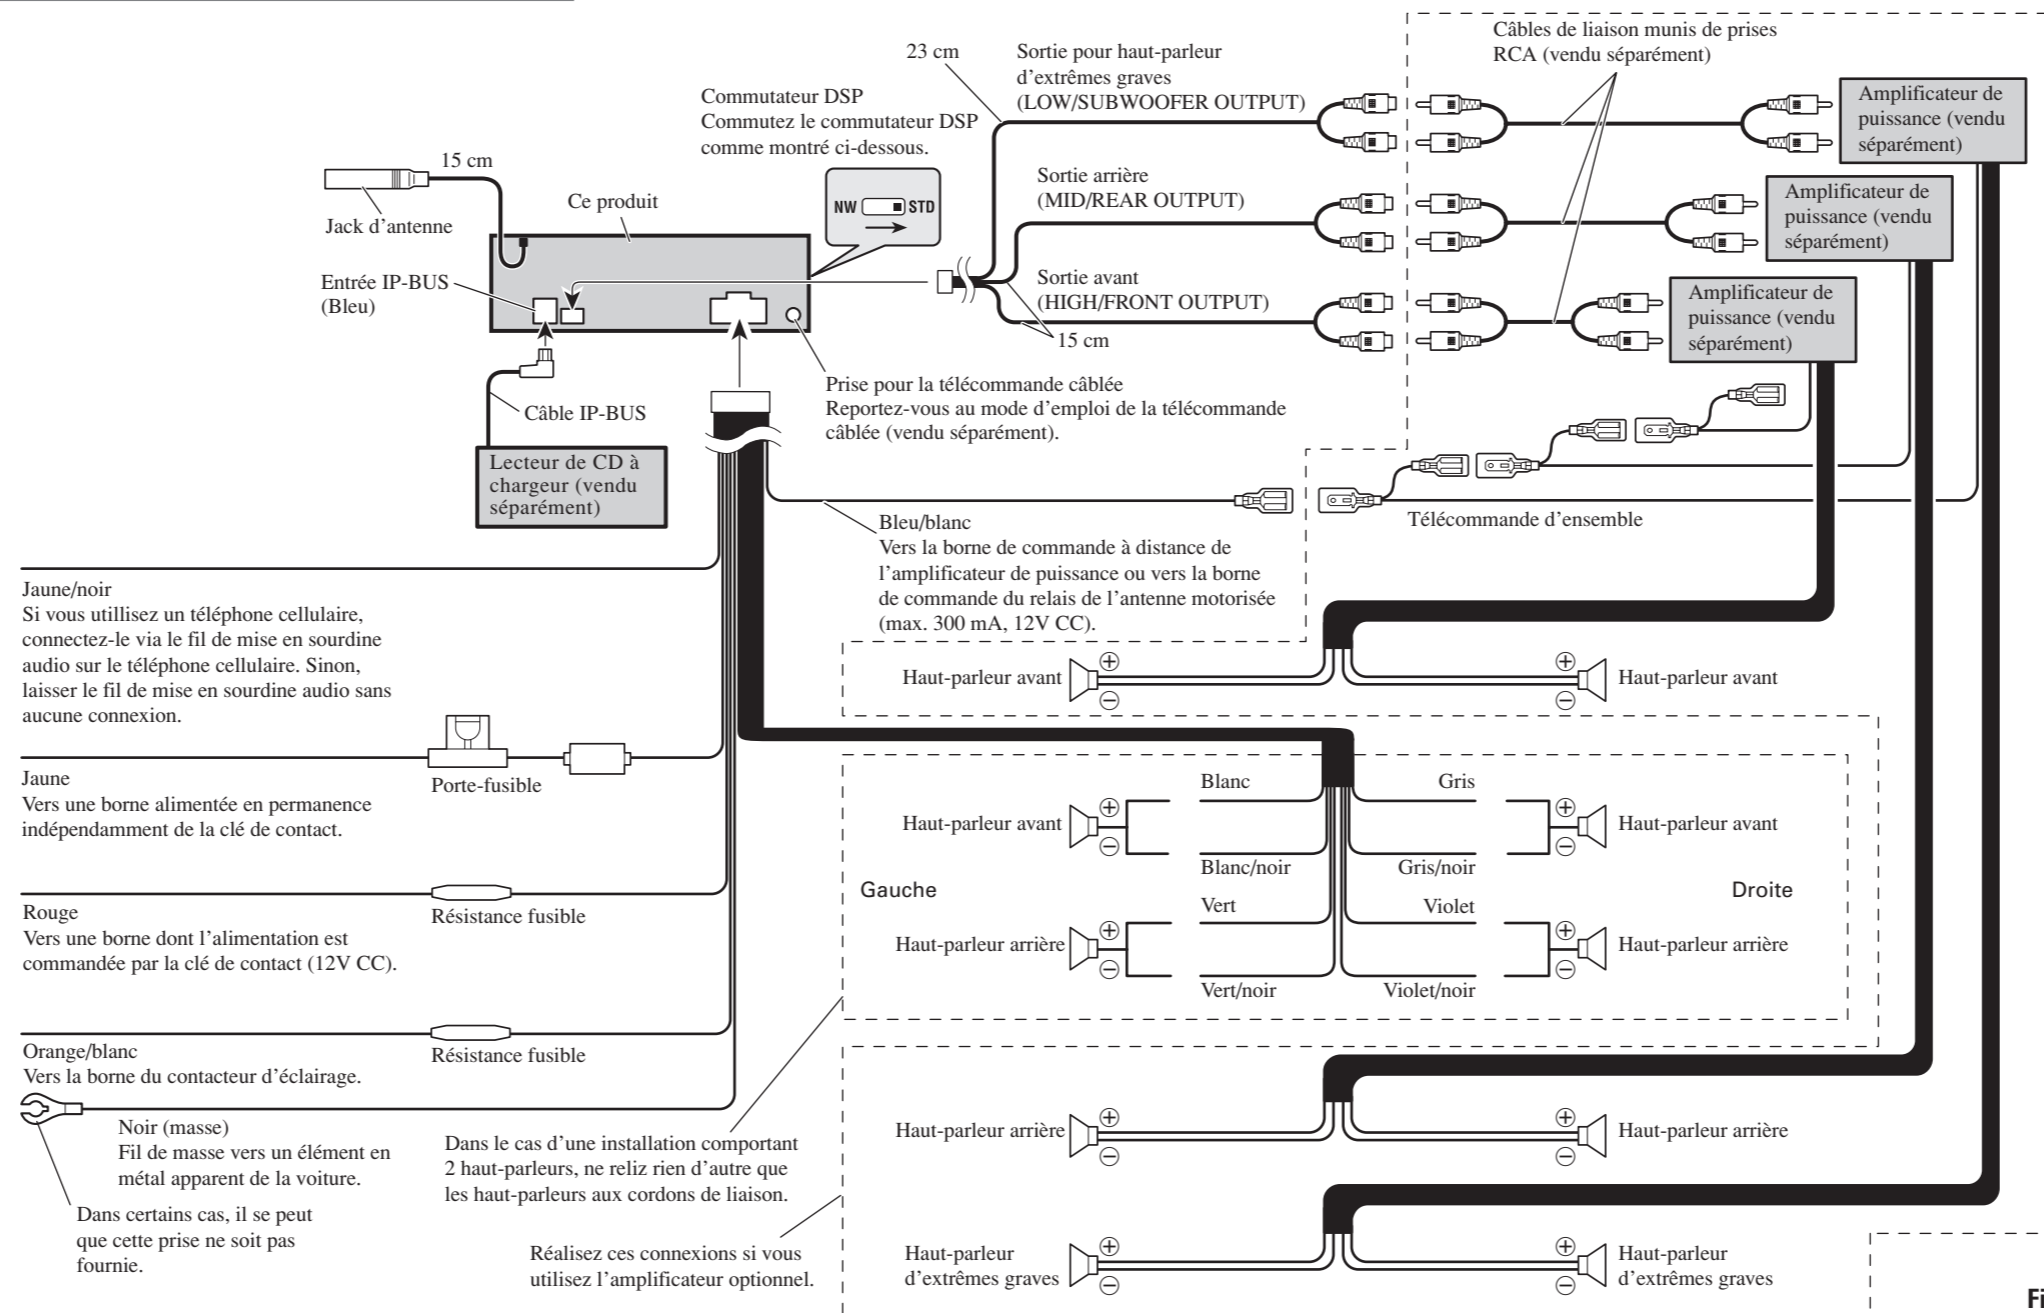

**Fig. 1**
- Si cette unité est installée dans un véhicule dont le contacteur d'allumage n'a pas de position ACC (accessoire), le fil rouge de l'unité doit être connecté à une borne couplée aux opérations de marche/arrêt du contacteur d'allumage. Sinon, la batterie du véhicule peut se décharger lorsque le véhicule n'est pas utilisé pendant plusieurs heures. (Fig. 1)